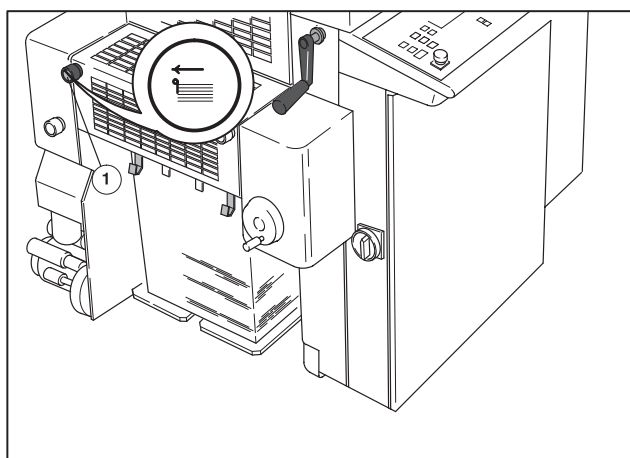

Рис. 9 Регулировка времени открытия захватов
- ① Отрегулировать время открытия захватов с помощью поворотной ручки (Рис. 9/①).